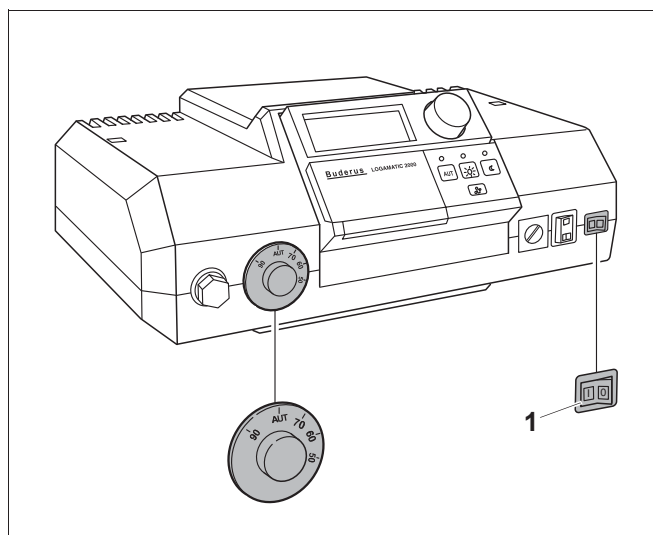
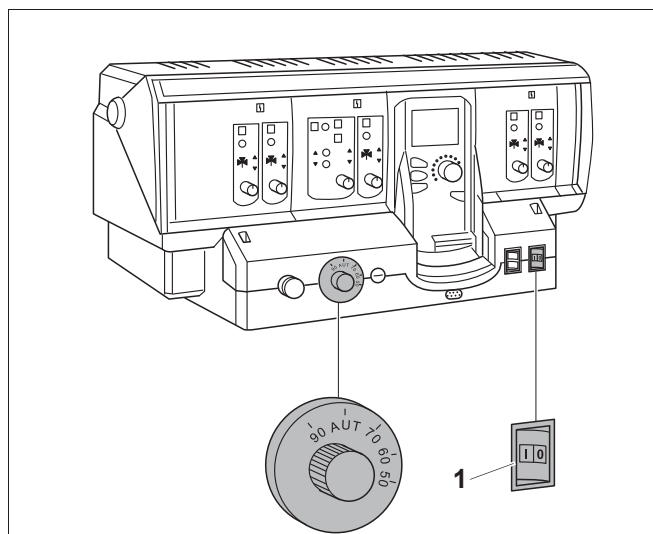

Рис. 35 Система управления Logamatic 2000
Рис. 36 Система управления Logamatic 4000
- Установить пусковой выключатель (рис. 35, поз. 1 или рис. 36, поз. 1) в положение "0" (ВЫКЛ).